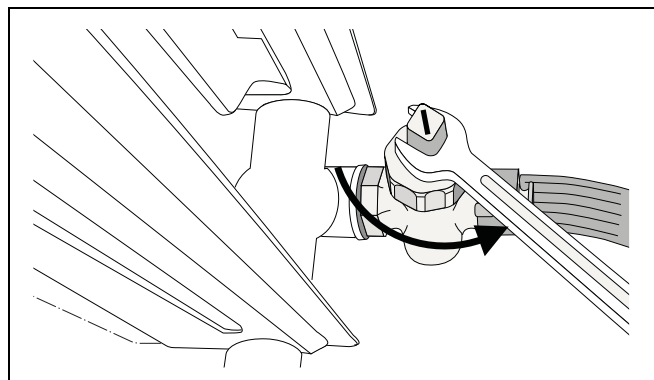

Рис. 24 Опорожнение отопительной установки
- Слейте котловую воду из отопительной установки в самой нижней точке отопительной установки через кран для заполнения и слива или отопительный прибор (рис. 24). При этом (автоматический) вентиль для выпуска воздуха, установленный в самой верхней точке отопительной установки / прибора, должен быть открыт (см. рис. 15, стр. 12).